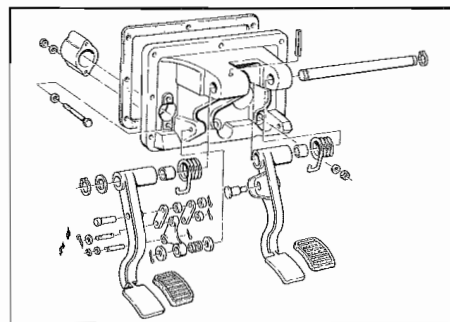

Fig. 3 - Comando leveraggio
- Fare riferimento alla **Fig. 3**.
- Refer to **Fig. 3**.